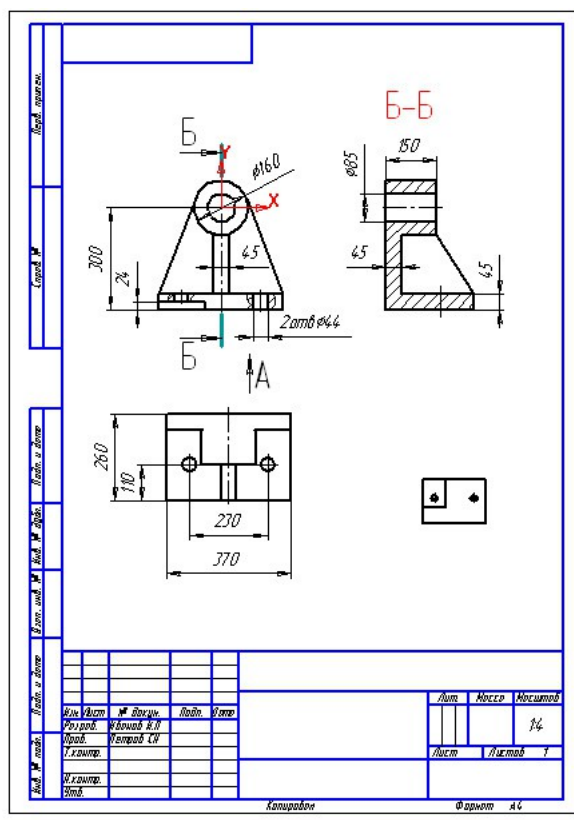

Рис.8
10. Нанесём размеры на чертёж (размеры нужно задавать натуральные, а система сама их пересчитает в соответствии с заданным масштабом), На трёх проекциях – виде спереди, профильном разрезе «Б-Б» и виде сверху размеры проставляем в «виде 1» (Рис.8), а на виде снизу «А» - в «виде 2».